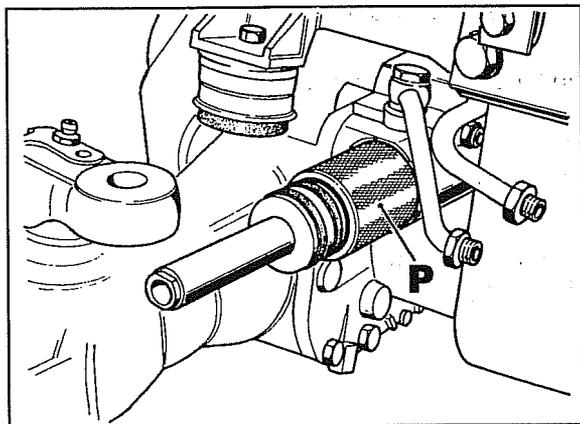

Fig. 74
- Pour remonter le piston sur le cylindre il faut utiliser l'outil spécial P fig. 74 qui dispose d'un logement interne conique qui facilite l'introduction des anneaux d'étanchéité dans le cylindre sans les endommager.